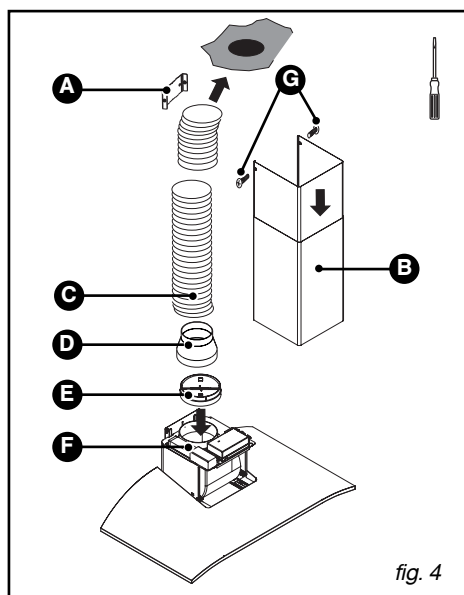

fig. 4
– Encaixe a extremidade do tubo na saída do motor (fig.4).
– Prepare a chaminé telescópica, tendo o cuidado de dissimular os orifícios (fig.4). Encaixe ao máximo as chaminés uma dentro da outra.
– Fixe a parte superior da chaminé (B/fig.4) ao suporte metálico da mesma (A/fig.4), utilizando os dois parafusos (G/fig.4).